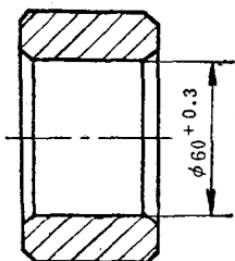

图21 正公差数值的注法
7. $+$ ——表示正的符号 (即加号), 注在公差数字的前面, 表示这个公差数值是正数。如图 21, 表示零件孔的直径是 60